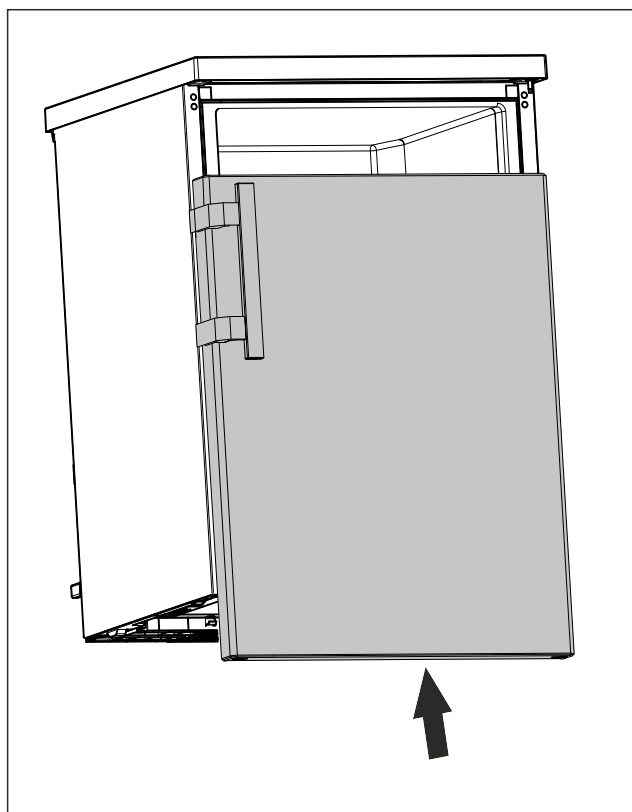

Fig. 22
- V zavřeném stavu nasadte dvířka na horní čep. (viz Fig. 22)